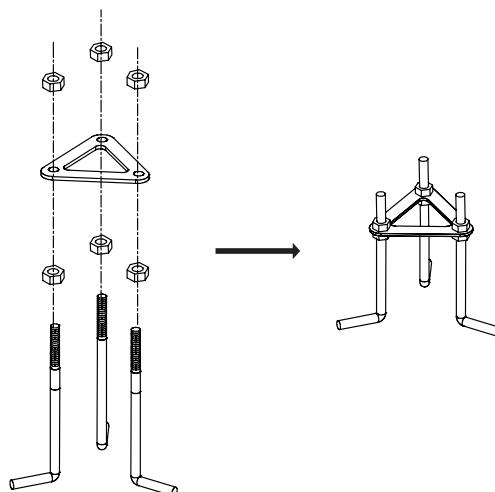

Fig 3.
1. Assemble the root mount kit (see Fig 3)
1. Assemblare il kit di montaggio alla radice (vedere Fig. 3).